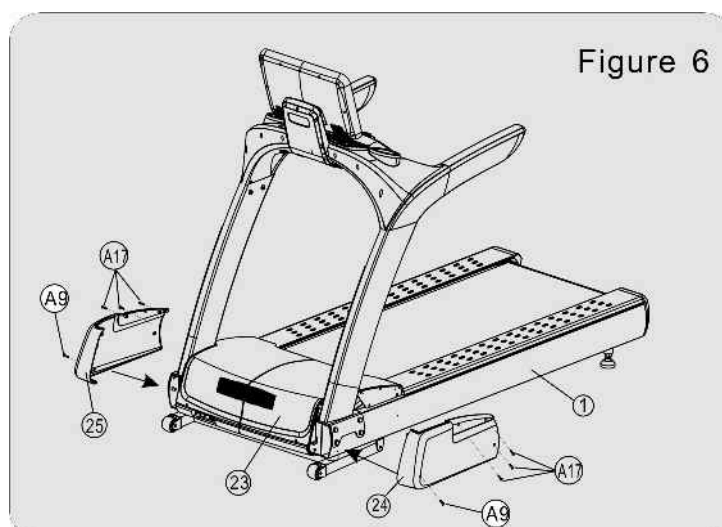

Figure 6
B. Installez le capot gauche du moteur (24) sur le capot gauche du moteur (23) du châssis de base (1) et serrez à l'aide d'1 boulon autobloquant cruciforme ST4X30 (A9) à l'avant et de 3 boulons autobloquants cruciformes ST4X16 (A17).
C. Installez le capot droit du moteur (25) sur le capot gauche du moteur (23) du châssis de base (1) et serrez à l'aide d'1 boulon autobloquant cruciforme ST4X30 (A9) à l'avant et de 3 boulons autobloquants cruciformes ST4X16 (A17) (voir la figure 6).